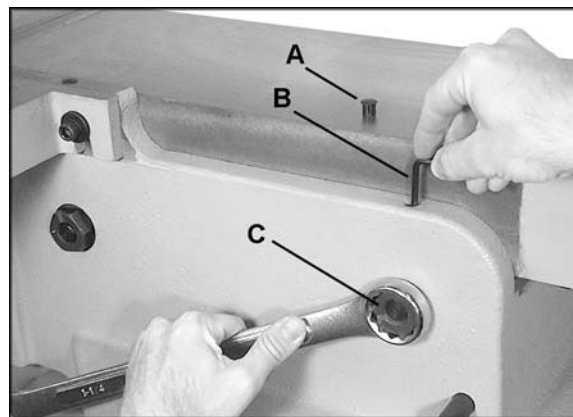

Figura 22
9. Cada mesa tiene unas levas de ajuste; dos en el frente y dos en la parte de atrás. (C₁, La Figura 22 muestra una de estas).
10. En el área de la mesa donde se debe realizar el ajuste, palanquee hacia afuera la tapa del orificio (A, Figura 22).
11. Hay dos tornillos de ajuste en el orificio. Inserte una llave allen de 4 mm (B, Figura 22) en el orificio y afloje el tornillo superior girando la llave allen en sentido antihorario. Retire el tornillo superior del orificio.
13. Aplique un torque a la tuerca hexagonal (C₁, Figura 22) con una llave de 1-1/4". **Este ajuste es sensible y debería ser hecha en pequeños incrementos.**
- NOTA: La rotación es diferente para las tuercas de rosca derecha e izquierda; la tuerca de rosca derecha (C₁) mostrada en la Figura 22, será girada en el sentido horario para elevar ese área de la mesa, o en el sentido antihorario para bajar esa área de la mesa. La tuerca de rosca izquierda (C₂) mostrada en la Figura 22, sería rotada de manera opuesta.
15. Si el ajuste es satisfactorio con las mesas ahora coplanares a la cabeza de corte, entonces se puede proceder a ajustar el tornillo de ajuste inferior con la llave allen (B, Figura 22).
17. Inserte nuevamente la tapa (A, Figura 22) para proteger al orificio del polvo y restos.